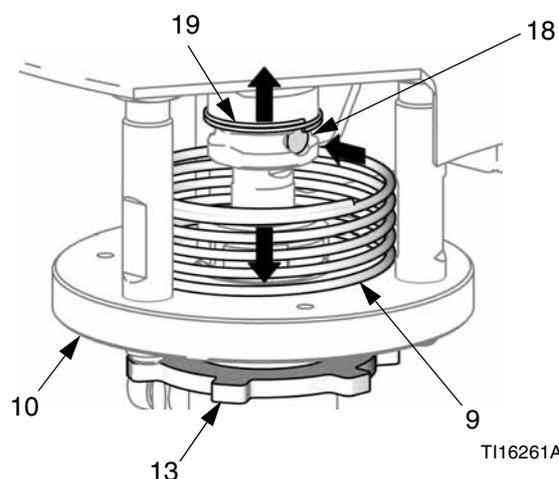

FIG. 6. Resorte de seguridad y pasador de conexión
4. Vea la FIG. 6. Empuje el resorte de seguridad (9) hacia abajo y manténgalo oprimido para acceder al pasador de acoplamiento (18). Empuje el resorte de retención (19) hacia arriba y saque el pasador empujando hacia afuera utilizando un destornillador o punzón.
5. Afloje la contratuerca (13).